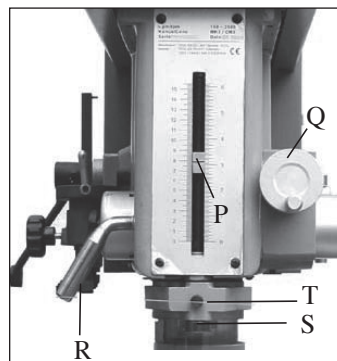

Fig. 8
2. Lås dybdeskalaen ved at dreje på låseknappen (T, fig. 8)
3. Indstil dybdestoppet (P, fig. 8) ved at dreje dybdestopknappen (S, fig. 8) til den ønskede dybde.
4. Lås dybdeskalaen ved at dreje på låseknappen (T, fig. 8)